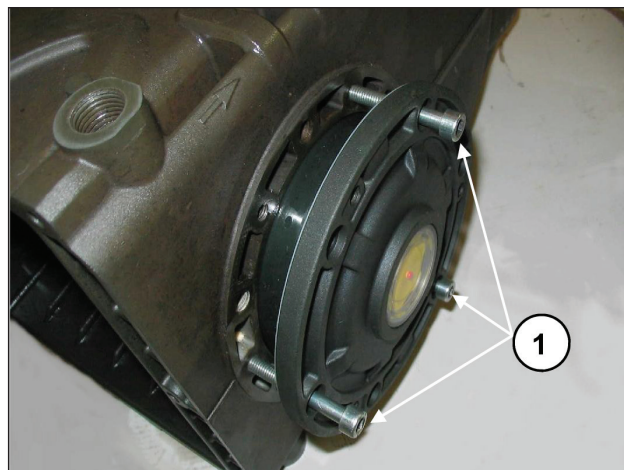

Fig. 8
Antes de montar las tapas laterales asegurarse de la presencia de las juntas tóricas de retención sobre ambas y de las anillas de calce sobre solamente la tapa del lado del testigo. Para facilitar la introducción del primer tramo y de las tapas sobre el cárter, se recomienda utilizar 3 tornillos M6 x 40 parcialmente roscados, (Fig. 8, pos. ①) para después completar la operación con los tornillos incluidos en la dotación (M6x16).